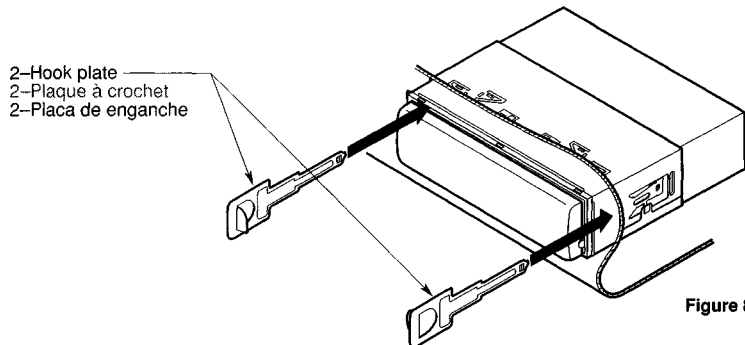

Figure 8 / Figure 8 / Figura 8
3. Insert and lock the hook plates. (Figure 8)
3. Insérer et verrouiller les plaques à crochet. (Figure 8)